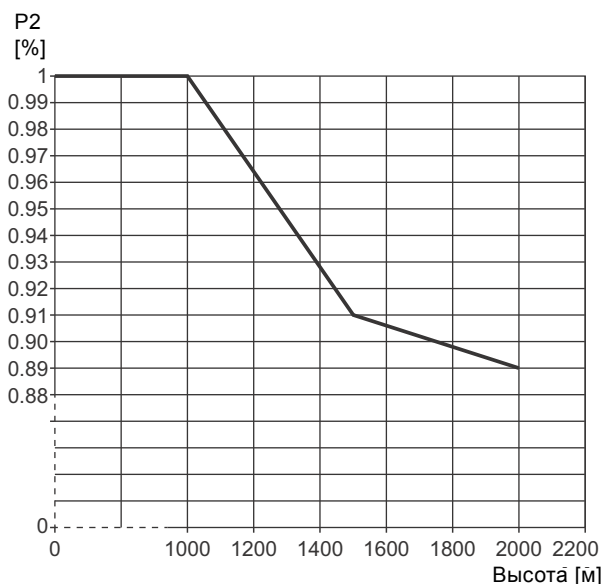

Рис. 3 Снижение выходной мощности электродвигателя (P2) в зависимости от высоты над уровнем моря
- При установке электродвигателя на высоте более 1000 м над уровнем моря запрещается его эксплуатация с полной нагрузкой, так как охлаждающая способность воздуха ухудшается из-за его низкой плотности. См. рис. 3.